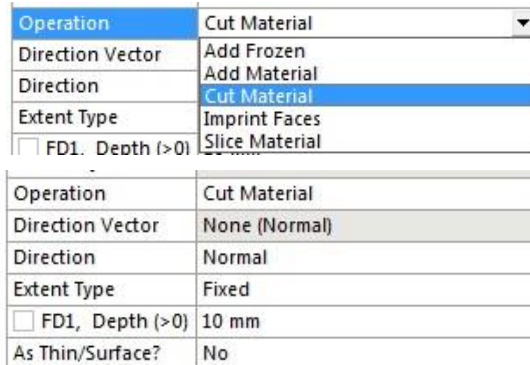

Рис. 8. Вибір параметрів команди опції вирізання (**Cut**) в **Extrude**
3.3.13. Будуємо отвір у попередній тривимірній моделі шляхом витягування **Sketch2** (рис. 8).